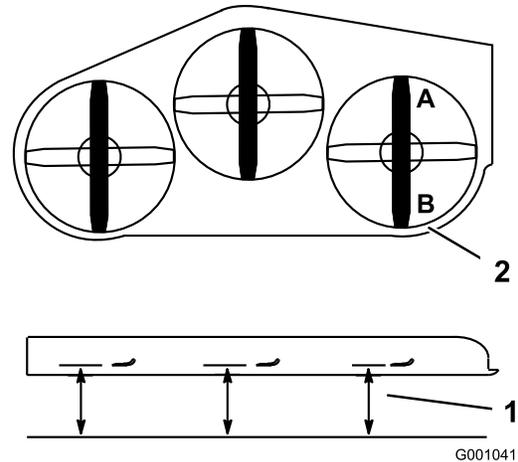

Bild 75
- Stellen Sie das rechte Schnittmesser in Längsrichtung (Bild 75).
- Messen Sie das rechte Messer an der Stelle **A** von einer ebenen Oberfläche bis zur Schnittkante der Messer (Bild 75).
- Messen Sie das rechte Messer an der Stelle **B** von einer ebenen Oberfläche bis zur Schnittkante der Messer (Bild 75).
- Das Schnittmesser sollte an Stelle **A** 6 mm bis 10 mm niedriger sein als an Stelle **B** (Bild 75). Sollte die Einstellung nicht richtig sein, machen Sie mit den folgenden Schritten weiter.